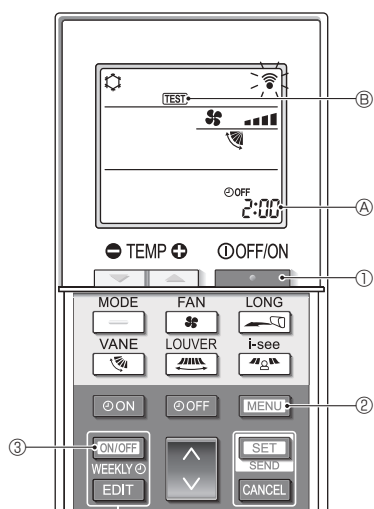

Fig. 7-5
■ Praca próbna (Fig. 7-5)
- Nacisnąć przycisk ①, aby wyłączyć klimatyzator.
- Jeśli programator tygodniowy jest włączony (jest wyświetlana ikona **WEEKLY**), należy nacisnąć przycisk ③, aby go wyłączyć (nie jest wyświetlana ikona **WEEKLY**).
- Nacisnąć przycisk ② na 5 sekund.
- Nacisnąć przycisk ②.